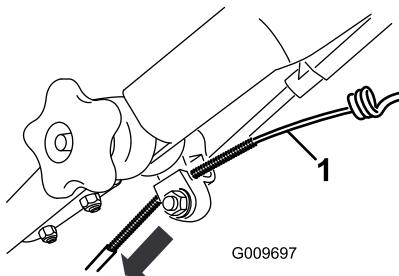

Figura 48
3. Tire hacia abajo de la cubierta del cable hasta eliminar la holgura en el cable expuesto (Figura 48).